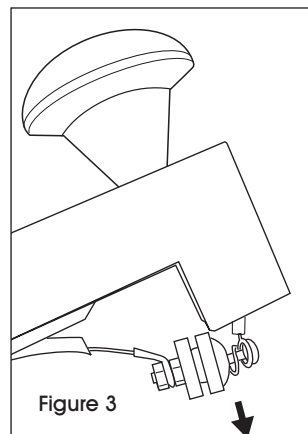

Figure 3
2. Locate the insulator assembly and remove from arm slot by pulling downward. (See Figure 3)
2. Repérez l'ensemble isolant et retirez-le de la fente du bras en tirant vers le bas. (Voir Figure 3)